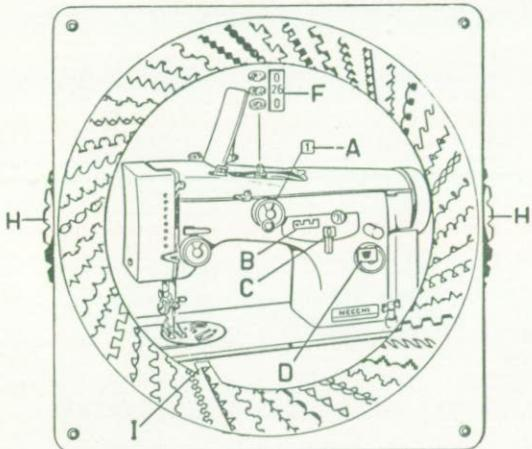

Fig. 78
- Bring desired pattern in correspondence with slot « I » by turning knurled dial « H » (fig. 78).